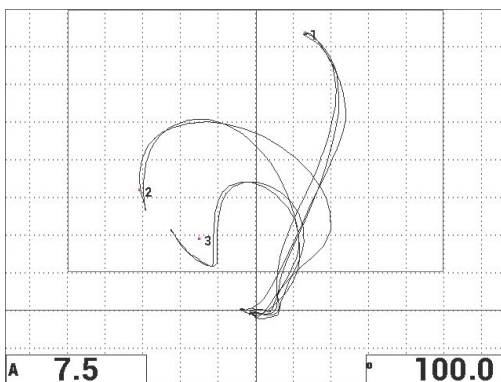

図 6-52 剥離部の 2 回目のスキャン
14. 全画面次へキー (👉) を押して全画面表示にします。次に、剥離部をゆっくりとスキャンして、ドットが常に信号に一致していることを確認します (170 ページの図 6-52 参照)。